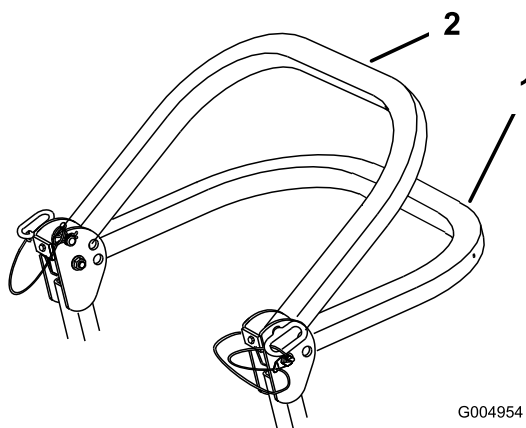

Figure 6
2. Faites pivoter l'arceau de sécurité à la position abaissée (Figure 6).
**Remarque:** La position abaissée est à 2 niveaux ; voir Figure 6.